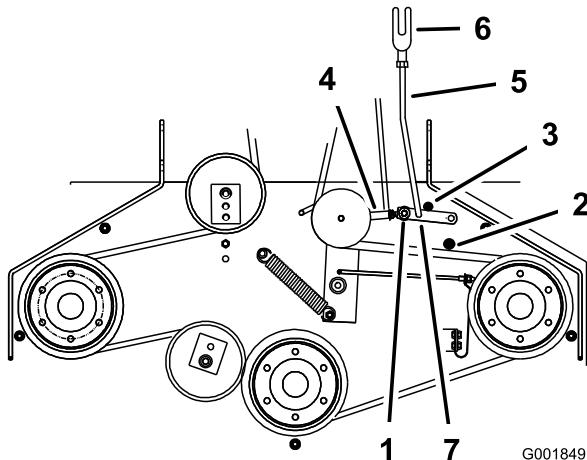

Figura 43
5. Asegúrese de que el brazo está en contacto con el tope trasero del brazo de la plataforma (Figura 43).
7. El brazo debe entrar en contacto con el tope delantero del brazo de la plataforma. Si no lo hace, la palanca acodada debe acercarse más al refuerzo (Figura 43).
8. Para ajustar el acoplamiento del brazo, retire el pasador de horquilla del brazo (Figura 43).
11. Instale el acoplamiento en el brazo y sujetelo con el pasador de horquilla (Figura 43).